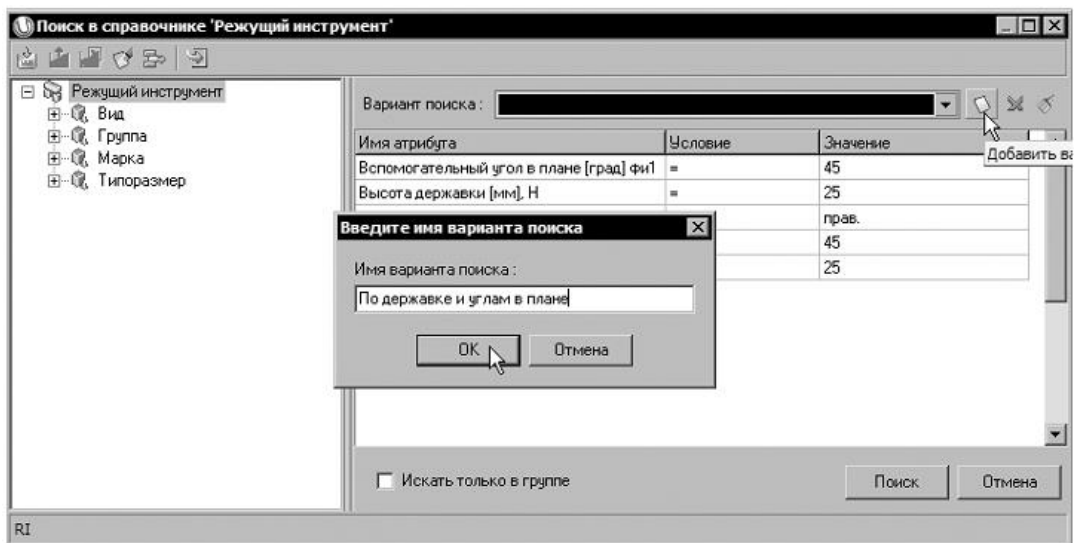

Рисунок 7
9) Нажмите на кнопку **Добавить вариант поиска** и введите во вновь открывшемся окне название варианта По державке и углам в плане (рис. 7). Вновь наполните список критериев так, как это было сделано выше.